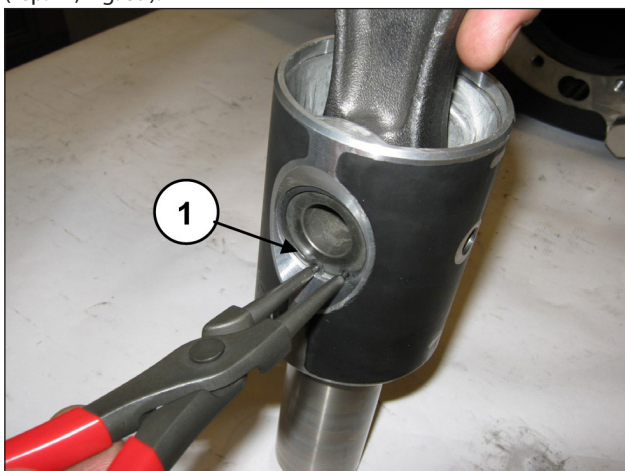

Fig. 39
Déposer les deux circlips de maintien de l'axe de piston (rep. ①, Fig. 39).
Introduire la bielle dans le guide de piston (rep. ①, Fig. 41), puis engager l'axe de piston (rep. ①, Fig. 40). Placer deux circlips d'arrêt (rep. ①, Fig. 39).